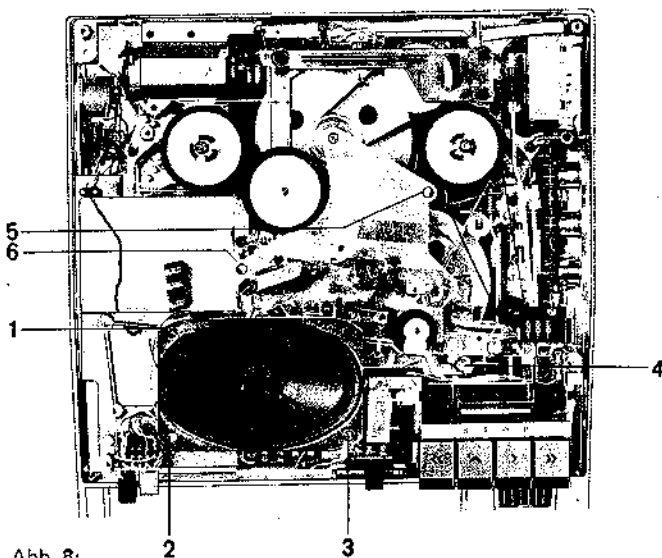

Abb. 8:
Obere Abdeckungen abnehmen. Lautsprecher nach Entfernen der 3 Schrauben 1, 2 und 3 (Abb. 8) nach vorn schwenken (Tuch zwischenlegen, damit Griff nicht verkratzt wird).
Die drei Befestigungsschrauben 4, 5 und 6 (Abb. 8) der Kopfträgerplatte herauserschrauben. (Bei der Schraube (4) des Schnellstop-Abhebers Unterlegscheibe nicht verlieren!)